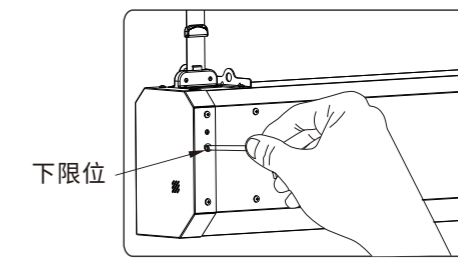

图25
- 调节牵引索电机下限时, 先将下限位调节孔⑧胶塞拔出来, 再将内六角调整匙插入孔内(如图25), 并将遥控器处于学习状态, 按牵引索上行键(参照遥控电子定位), 顺时针旋转内六角调整匙时, 银幕上升(银幕离安装位置距离减小)。逆时针旋转时, 银幕下降(银幕离安装位置距离增大)。